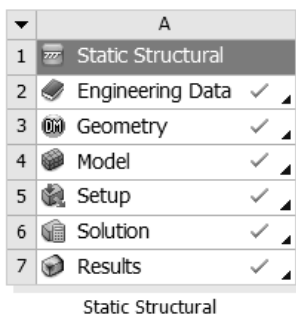

图 5-86 项目管理区中的分析项目
Step1: 单击 Mechanical 界面右上角的 [X] (关闭) 按钮, 退出 Mechanical 返回到 Workbench 主界面。此时主界面的项目管理区中显示的分析项目均已完成, 如图 5-86 所示。